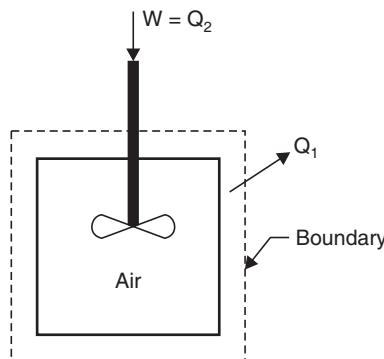

Fig. 2.16
**Solution.** Refer to Fig. 2.16.